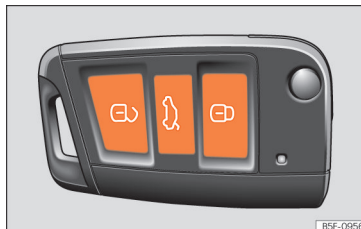

Abb. 76 Funkschlüssel: Tasten.
- Verriegeln: drücken Sie die Taste  **» Abb. 76.**